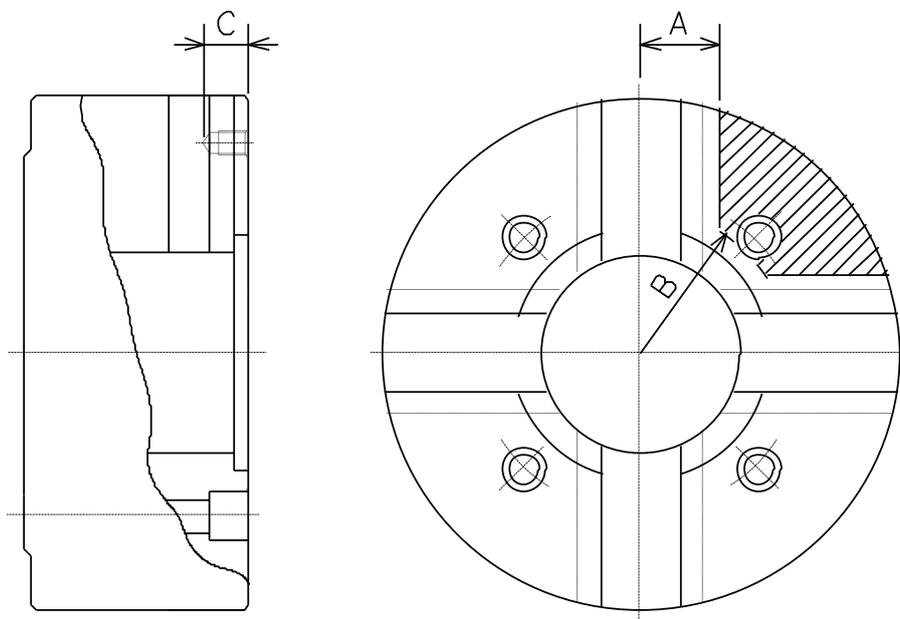

図 14
- ・ チャックボデー表面にロケータや治具を取り付ける場合は、図 14 に示す追加工範囲内にタップまたは穴明けを行ってください。